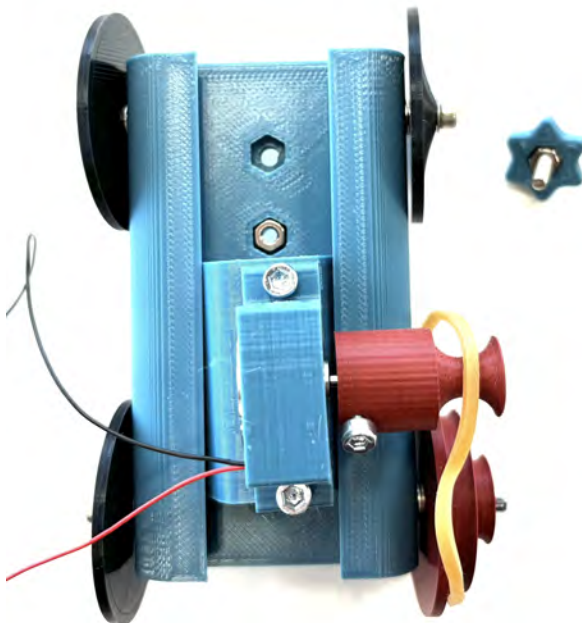

Abb. 16: Je nach Länge des Gummibandes ist die vorletzte Aussparung die passende (vom Antriebsrad gesehen).
- (13) Das Gummiband wird nun zwischen Motoraufsatz und Antriebsrad gespannt (Abbildung 16). Die Spannung darf nicht zu groß sein, weil sonst zu viel Reibung entsteht. Wir stellen in einem späteren Schritt die Spannung des Gummibandes ein. Fixiert die Position des Motorhalters mit der Schraube.